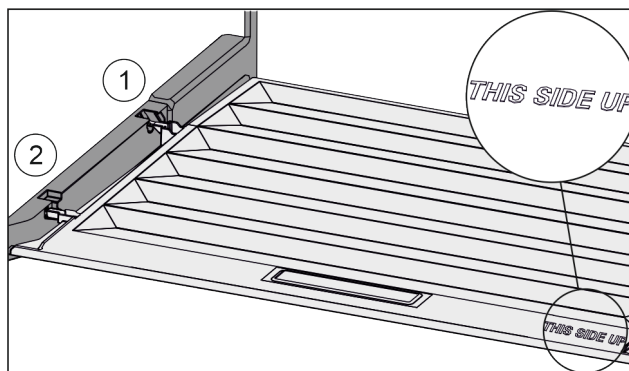

Fig. 108
- Výstupky víka zavedte do zadních držáků Fig. 108 (1) a vpředu zaklesněte do držáku Fig. 108 (2).